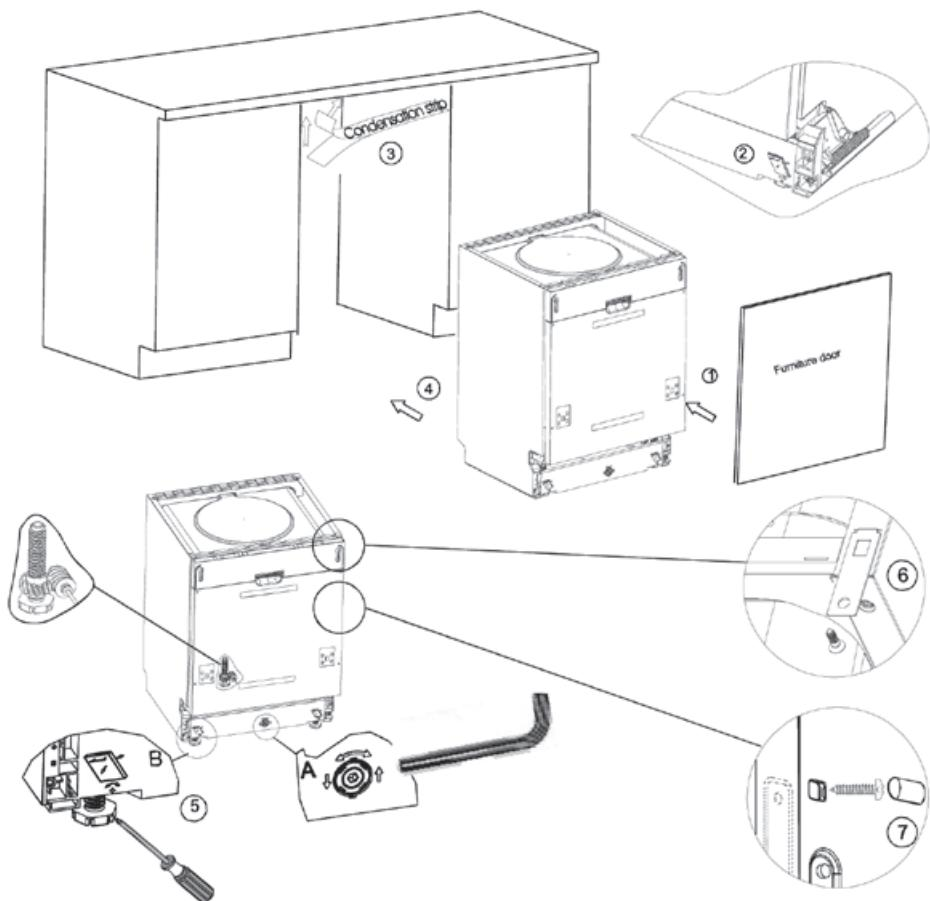

Рис. 7. Последовательность установки посудомоечной машины
1. Используя скобы, прикрепите декоративную дверцу от вашей мебели к дверце машины (см. п. 1 на рис. 7).
2. Отрегулируйте натяжение пружин дверцы при помощи торцевого ключа, поворачивая его по часовой стрелке для натяжения пружины и против часовой стрелки для того, чтобы ослабить пружины дверцы. Невыполнение данной операции может привести к повреждению посудомоечной машины (см. п. 2 на рис. 7).
6. Поместите посудомоечную машину на направляющие (см. п. 4 на рис. 7).
9. Выровняйте машину. Задние ножки можно регулировать винтами, расположенным спереди (см. п. 6а на рис. 7). С помощью ключа отрегулируйте передние ножки (см. п. 6в на рис. 7).
A. Если у Вас столешница из дерева или ДСП, прикрутите машину к ней шурупами по дереву, будьте осторожны, вес машины может вырвать шурупы из дерева (см. п. 7 на рис. 7).
B. Если у Вас мраморная или гранитная столешница используйте скобы, чтобы прикрепить машину к стенам соседней мебели, при этом необходимо закрыть винты резиновыми шляпками, чтобы не повредить столешницу (см. п. 8 на рис. 7).
2. Машина разработана так, чтобы пользователь мог регулировать ножки, используя винты в передней части (см. рис. 7).